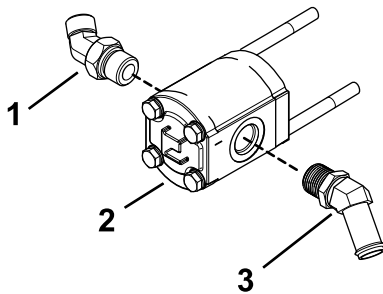

Figure 5
Remarque: Vérifiez que les raccords sont montés à l'angle indiqué à la Figure 5.
1. Vissez le raccord à 45 degrés, muni des joints toriques, du côté conducteur de la pompe (Figure 5).
2. Vissez un raccord à 45 degrés à cannelures dans le côté droit de la pompe (Figure 5).